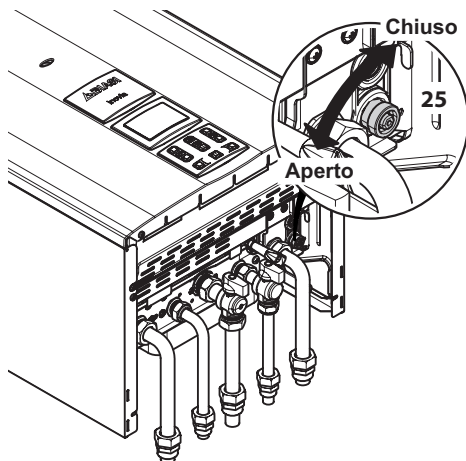

Figura 9.4
- Allentare il rubinetto di svuotamento caldaia 25 indicato in Figura 9.4.